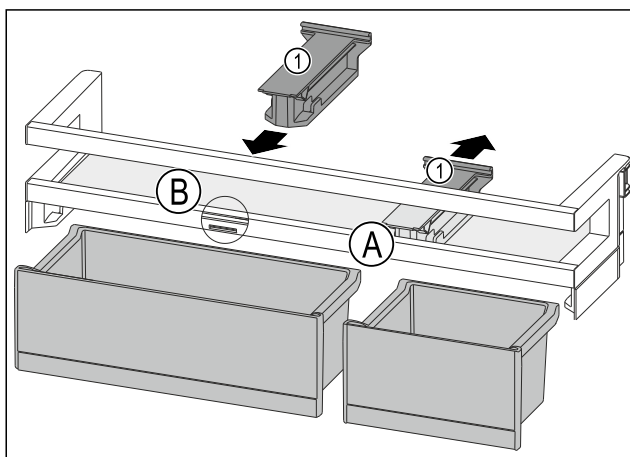

Fig. 126
- ▶ Desprindeți piesa de susținere Fig. 126 (1) din poziție Fig. 126 (A) spre spate.
- ▶ Introduceți piesa de susținere Fig. 126 (1) în poziție Fig. 126 (B).